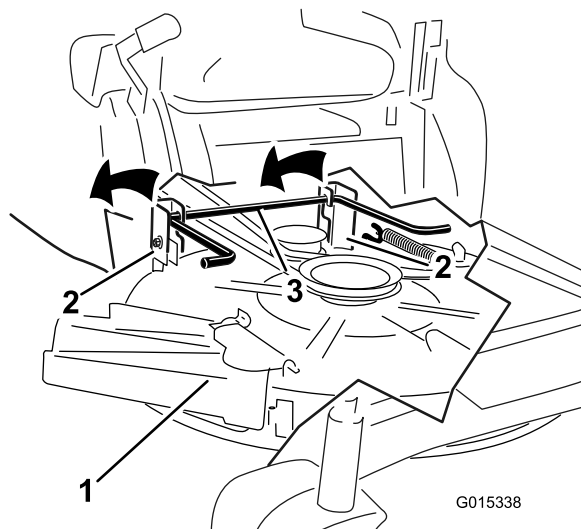

Figura 56
5. Alzate il tosaerba e i supporti di sostegno dall'asta di sollevamento posteriore e abbassate con cautela il tosaerba al suolo (Figura 56).
5. Alzate la parte posteriore del piatto di taglio e guidate i supporti di sospensione lungo l'asta di sollevamento posteriore (Figura 56).